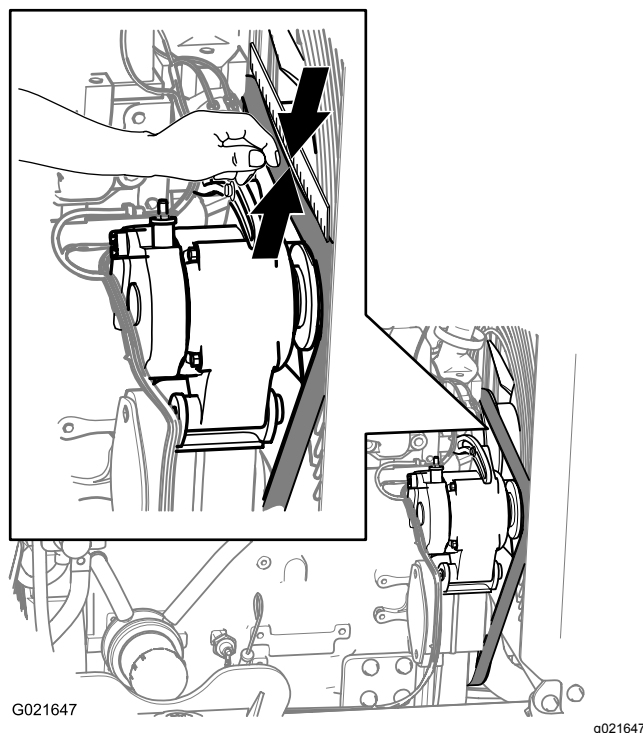

Figure 117
3. Vérifiez la courroie à la recherche de coupures, craquelures, fibres détachées, traces de graisse ou d'huile, vrillage ou signes d'usure anormale (Figure 117).
3. Alignez une règle par-dessus la courroie d'entraînement et en travers des poulies, comme montré à la Figure 117.
4. Appuyez sur la courroie à mi-chemin entre la poulie de ventilateur et la poulie d'alternateur, comme montré à la Figure 117.